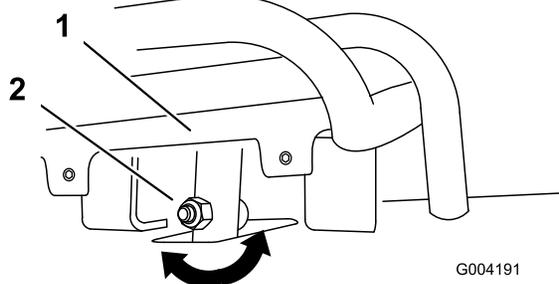
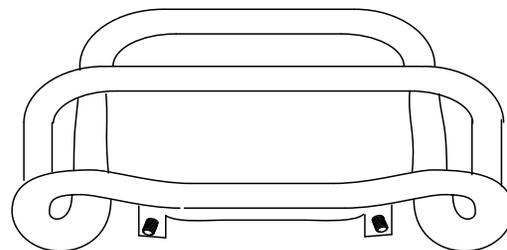

図 49
図 50
4. 全速後退位置にセットした走行コントロールバーが基準バーに対して適切に整列していない場合は、走行コントロールのステム部にあるナットとボルトをゆるめる 図 49。
5. 全速後退位置にセットした走行コントロールバーが基準バーに対して面一になるように調整する 図 49 と 図 50。
- C. 走行コントロールのステムのフランジナットとボルトをゆるめる 図 49。
- I. 全速後退位置にセットした走行コントロールバーが基準バーに対して面一になるように調整する 図 49 と 図 50。